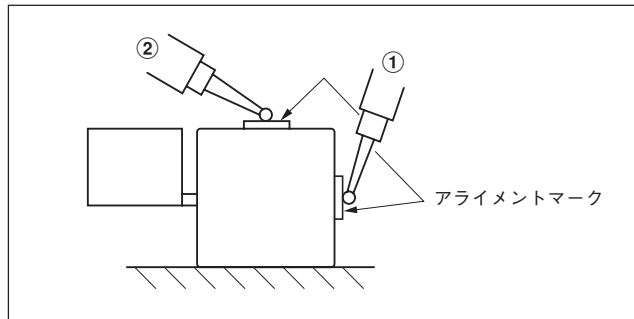

図3-7. スケール部と機械の走り測定
(4) スケール部と機械の走りとの平行度測定
スケール部側面のアライメントマーク位置 (図3-7、①) に直接ピクテスターまたはダイヤルゲージを当て、機械の走りに対してスケール部の平行を出してください。